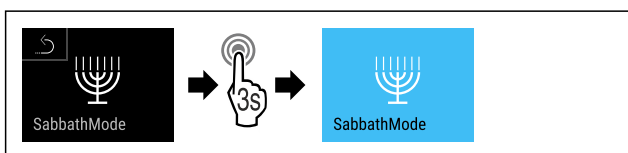

Fig. 10
- ▶ Провести етапи операцій (див. Fig. 10).